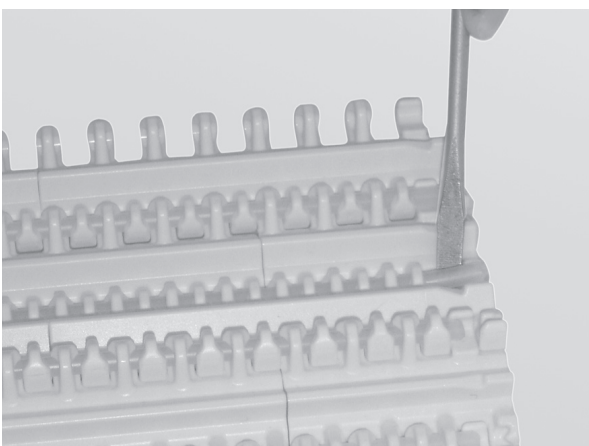

Figura 35
- Utilice un destornillador de punta plana para levantar el extremo de la varilla de la cinta por encima del reborde de retención (Figura 35).